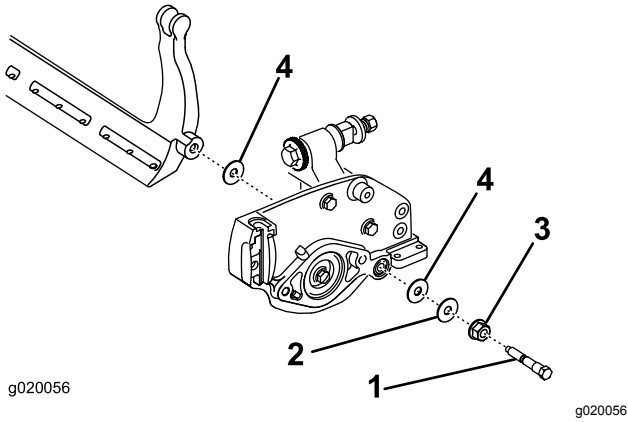

图 15
取下底刀架两端的 2 个尼龙垫圈和 1 个钢垫圈图 15。
3. 将尼龙垫圈放在侧板凸起的一侧。在两个尼龙垫圈的外侧各放一个钢垫圈图 15。